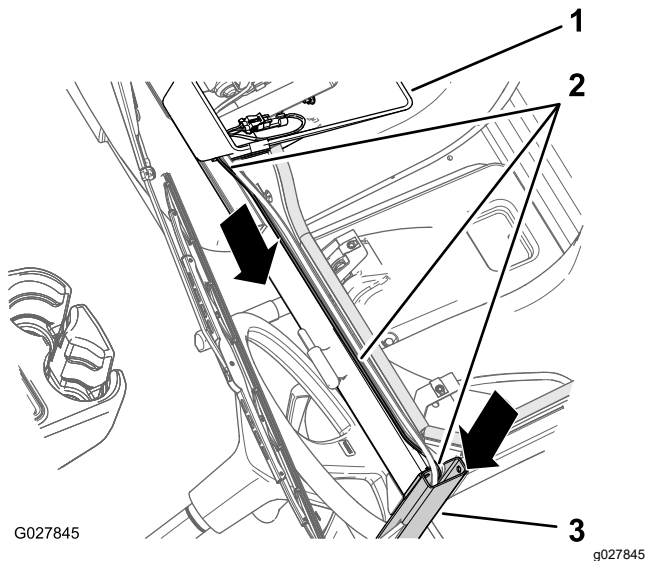

Figure 43
1. Sur la console de pavillon, acheminez le faisceau de la pompe de lave-glace (Figure 43) vers la gauche et le long du flexible que vous avez installé à l'opération Parcours du flexible (page 17).